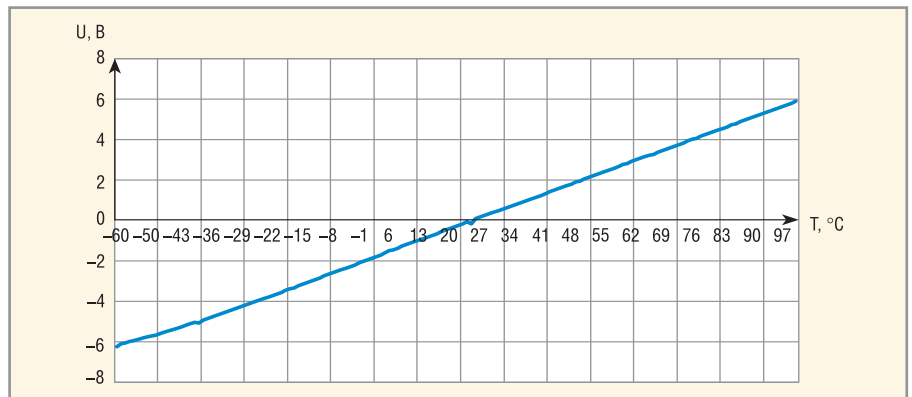

Рис. 8. Температурная зависимость чувствительности схемы обработки при натуральных испытаниях
- чувствительность схемы обработки составляет 1 В на 10°C . (см. рис. 8) в том же температурном диапазоне.